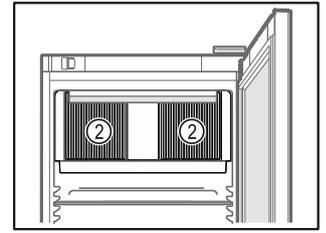

Fig. 48
- Ne pas obstruer les fentes d'aération Fig. 48 (2) du ventilateur de circulation d'air à l'intérieur de l'appareil.